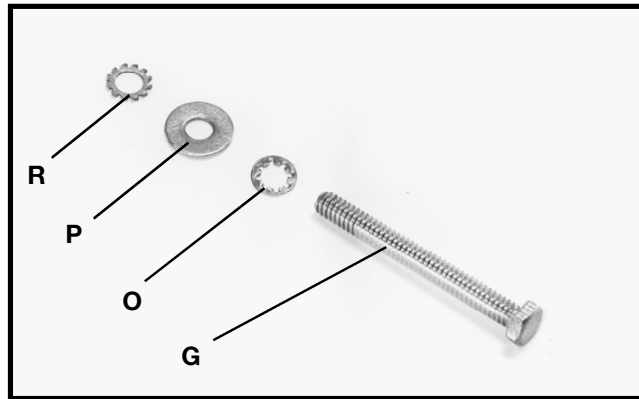

Fig. 10
4. Ubique el tornillo de cabeza hexagonal 1/4-20 x 2-1/4" (G), Fig. 10, y ensamble la arandela de bloqueo de diente interno de 6,35 mm (1/4") (O), la arandela plana de 6,35 mm (1/4") (P) y la arandela de bloqueo de diente externo de 6,35 mm (1/4") (R) en el tornillo (G).